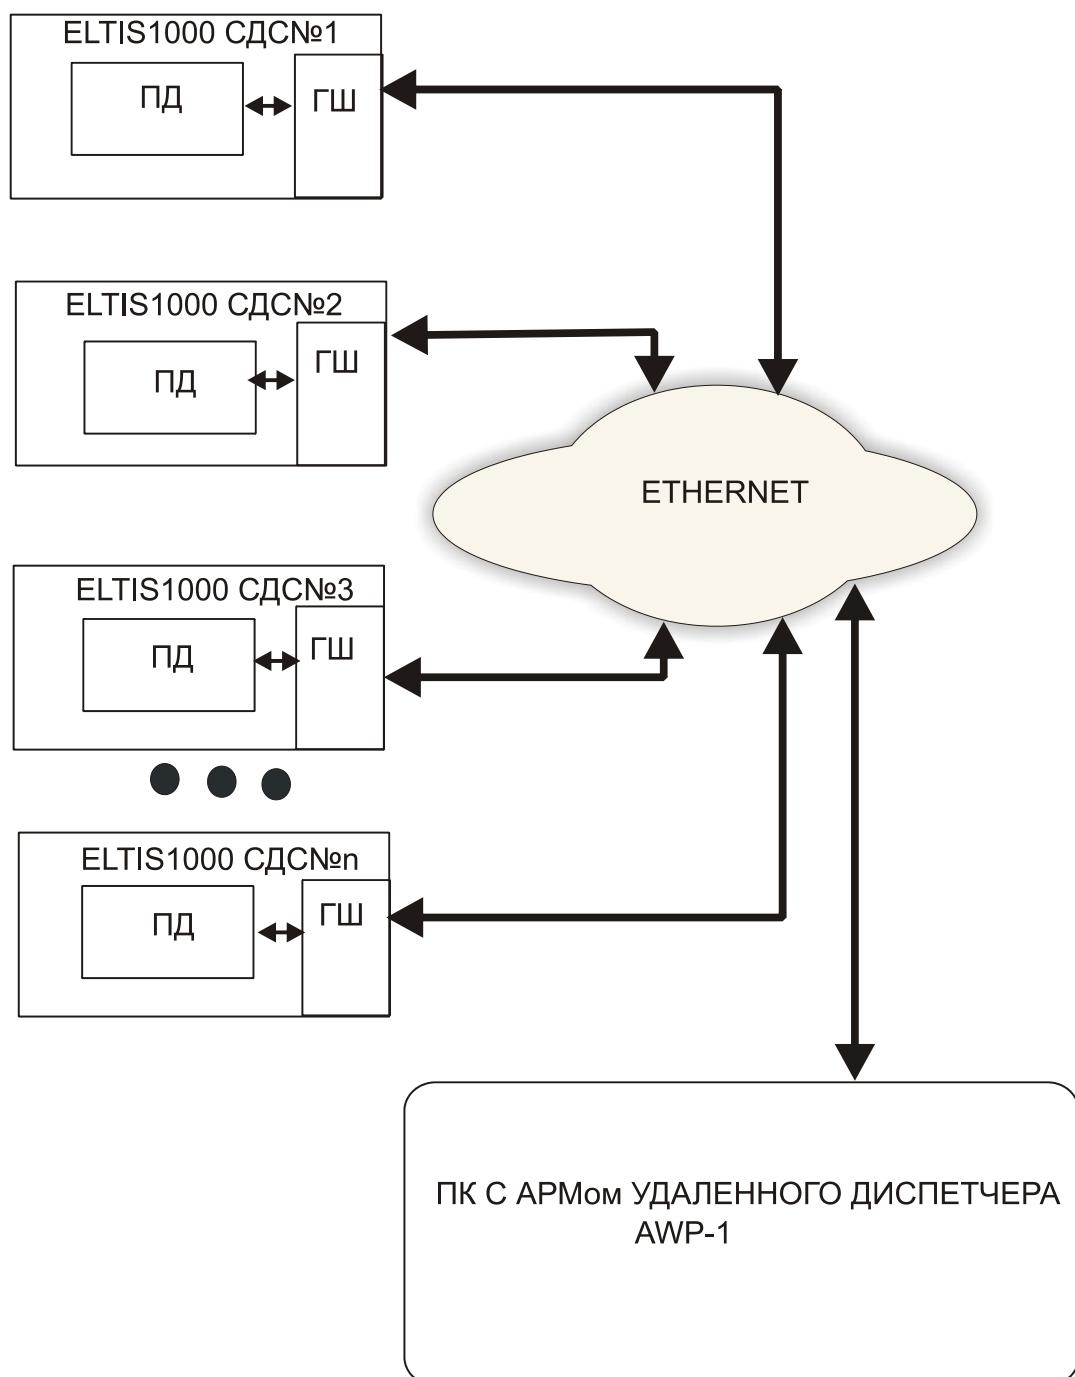

Рис.1 Структурная схема подключения объектов к АРМ AWP-1
2.1 АРМ предназначен для удаленной работы по каналу Ethernet с СДС. На рис.1 показана структурная схема организации связи объектов с АРМ. Для реализации этой связи в каждой СДС присутствует ГШ. Он обеспечивает взаимодействие установленного оборудования объектов СДС с АРМом по каналу Ethernet.